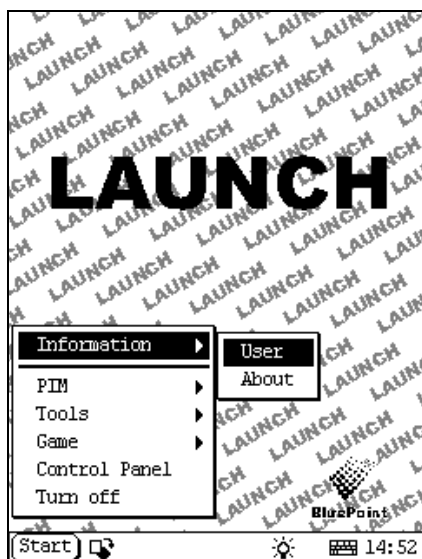

Рисунок 4-43
- 3) Выберите "пользователь" во всплывающем списке, чтобы открыть интерфейс информации для пользователя.(см. Рисунок 4-43)